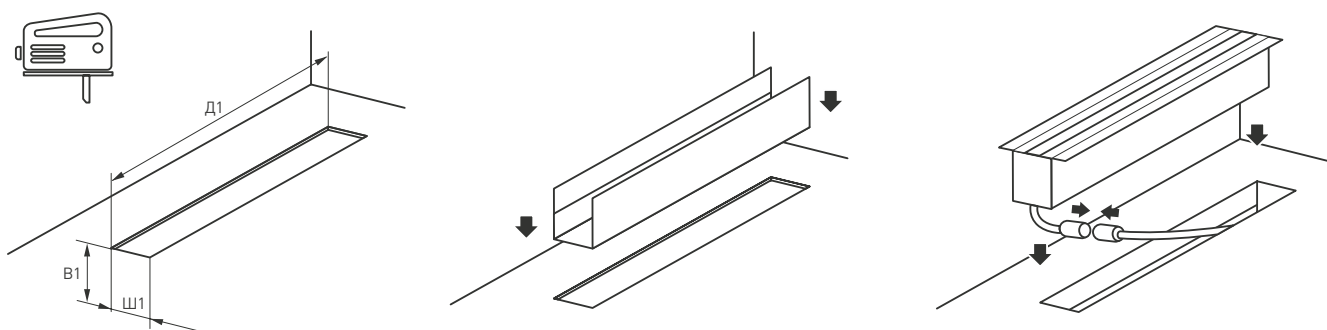

Рис. 3. Установка светильника в нишу
- Закрепите закладную часть в месте установки. Закладная часть устанавливается непосредственно в плотный грунт или на поверхность стены и фиксируется в ней с помощью строительной смеси согласно типу поверхности (см. рис. 3).